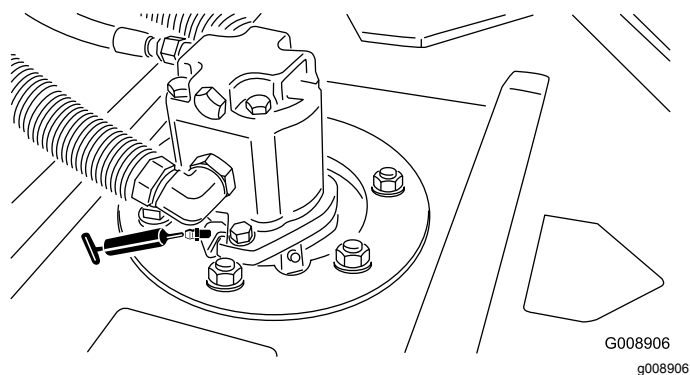

Рисунок 45
- Подшипники шпинделя режущего блока (по 2 шт. на режущий блок) (Рисунок 45)